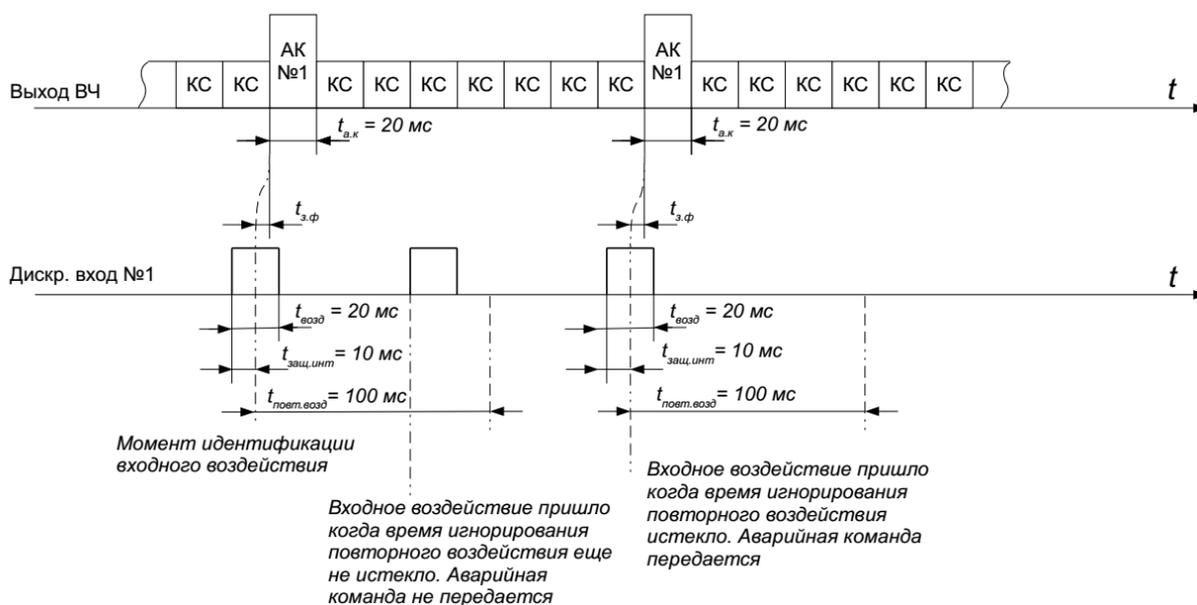

Рисунок 5.2.3.1 - Передача импульсной аварийной команды
**Пример 2.** Передача длительной аварийной команды (см. рисунок 5.2.3.2). Длительность формируемой аварийной команды  $t_{a.к}$  зависит от длительности воздействия на дискретном входе. К аварийной команде №1 привязан один дискретный вход №1. Защитный интервал  $t_{защ.инт} = 10$  мс, время игнорирования повторного воздействия  $t_{повт.возд} = 20$  мс.